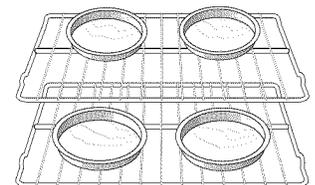

Figure 14 : Espacement des plats
- Lorsque vous cuisinez avec deux grilles de four, positionnez l'ustensile de cuisson comme illustré à la Figure 14. Laissez un espace d'au moins 5 cm (2 po.) entre les ustensiles de cuisson pour permettre à l'air de bien circuler.